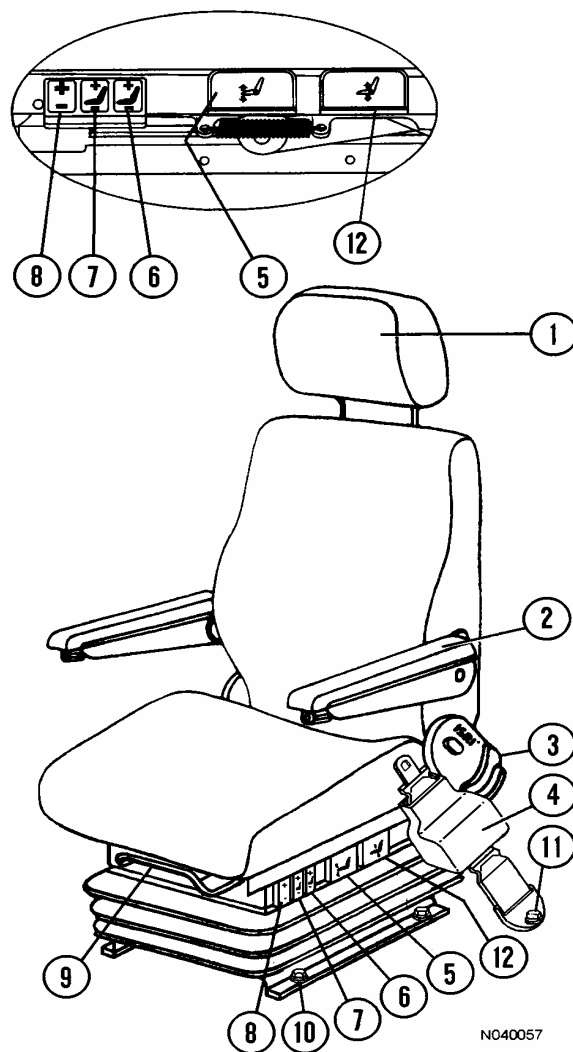

FIGURA 32-5. CONTROLES DE AJUSTE DEL ASIENTO DEL OPERADOR
1. **Apoyacabeza:** (1, Figura 32-5) se mueve hacia arriba, hacia abajo, hacia delante y hacia atrás a la posición deseada.
3. **Respaldo:** Levante la manilla (3) para soltar y seleccionar el ángulo de respaldo; suelte la perilla de control para ajustar.
4. **Cinturón de seguridad:** El operador siempre debe tener el cinturón de seguridad (4) colocado y asegurado correctamente cuando el vehículo esté en movimiento.
5. **Inclinación del asiento:** Levante la palanca (5) y mantenga para ajustar la inclinación del asiento. Suelte la palanca para fijar el ajuste.
- 6 y 7 **Soporte de Aire Lumbar:** Cada interruptor oscilante (6 ó 7) controla un cojín de aire. El interruptor (7) controla el cojín de aire inferior y el interruptor (6) controla el cojín de aire superior. Para inflar, presione la parte superior del interruptor oscilante y mantenga hasta obtener el soporte deseado, luego suelte. Para desinflar, presione la parte inferior del interruptor oscilante y mantenga hasta obtener el soporte deseado, luego suelte. Ajuste cada cojín al soporte deseado.
8. **Suspensión del asiento:** Presione el interruptor oscilante (8) en la parte superior para aumentar la firmeza al conducir. Presione en la parte superior del interruptor oscilante para disminuir la rigidez.
9. **Ubicación hacia delante/atrás del asiento:** Suba la palanca (9) y mantenga. Doble las rodillas para mover el asiento a una posición cómoda: suelte la palanca de control para bloquear el ajuste.
12. **Altura del Asiento:** Suba la palanca (12) y mantenga para ajustar la altura del asiento. Suelte la palanca para fijar el ajuste.